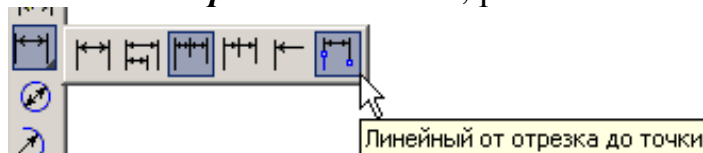

Рис. 71
7. Проставьте размеры. Глубину паза «10» и длину отверстия «25» проставьте размером **Линейный от отрезка до точки**, рис. 71.